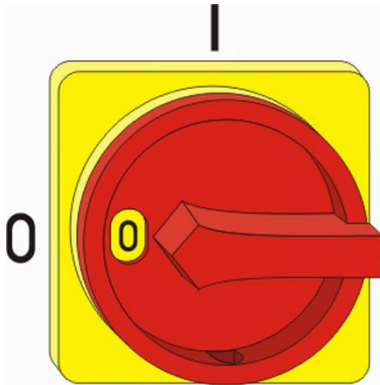

Abb.53: Hauptschalter
1. Sicherstellen, dass der Hauptschalter am Steuergerät in Stellung "0" bzw. "Off" gedreht ist (Abb. 53).